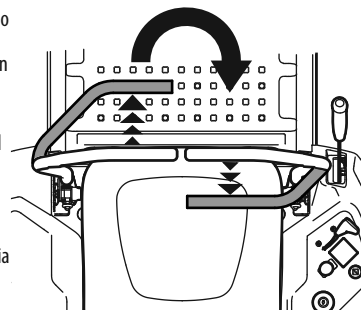

Figura 27
2. Para girar en el sentido de las agujas del reloj, mueva la palanca de control de la transmisión de la barra de seguridad izquierda hacia adelante mientras mueve simultáneamente la palanca de control de la transmisión de la barra de seguridad derecha hacia atrás. Consulte la Figura 27.